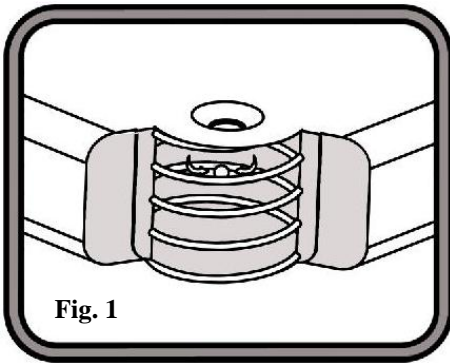
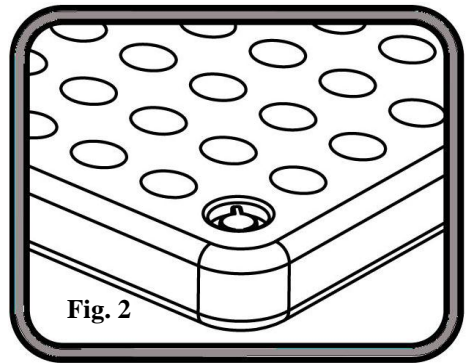

Fig. 1
Fig. 2
2. Lokalisieren Sie die interne Fußpumpe (**siehe Aufbau der Pumpe in Abb. 1**). **Die beflockte PVC-Seite sollte beim Aufblasen nach oben gedreht werden.** Siehe **Abbildung 2**.